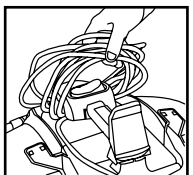

FIGURE 33
55. Saisissez l'ensemble du cordon d'alimentation inséré derrière la poignée et dégagez, en tirant au dessus de la section arrière du rembobineur. Tirez l'ensemble du cordon d'alimentation vers l'avant de l'aspirateur jusqu'à ce qu'il se dégage au complet de la section avant du rembobineur. **FIGURE 33.**